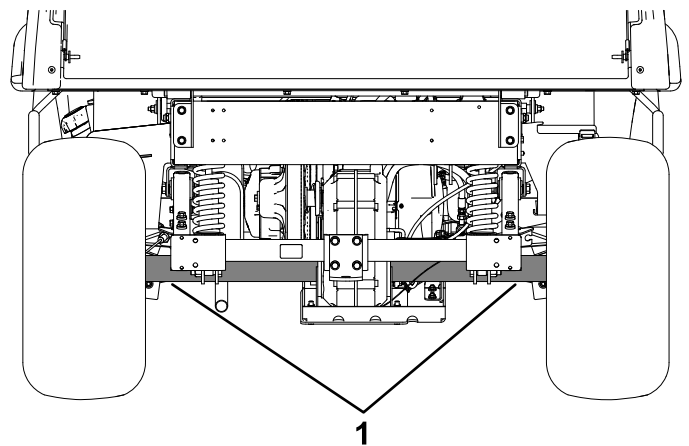

図 27
- 車体後部のジャッキアップポイントはアクスルチューブの下側です 図 27。